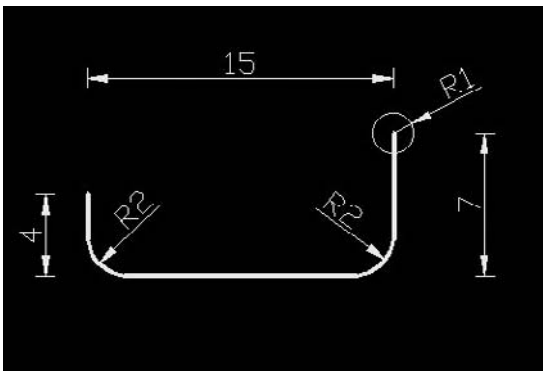

Fig.18.10
- 4 Dessinez en 2D le cercle et la polyligne pour créer la clenche (fig.18.10).